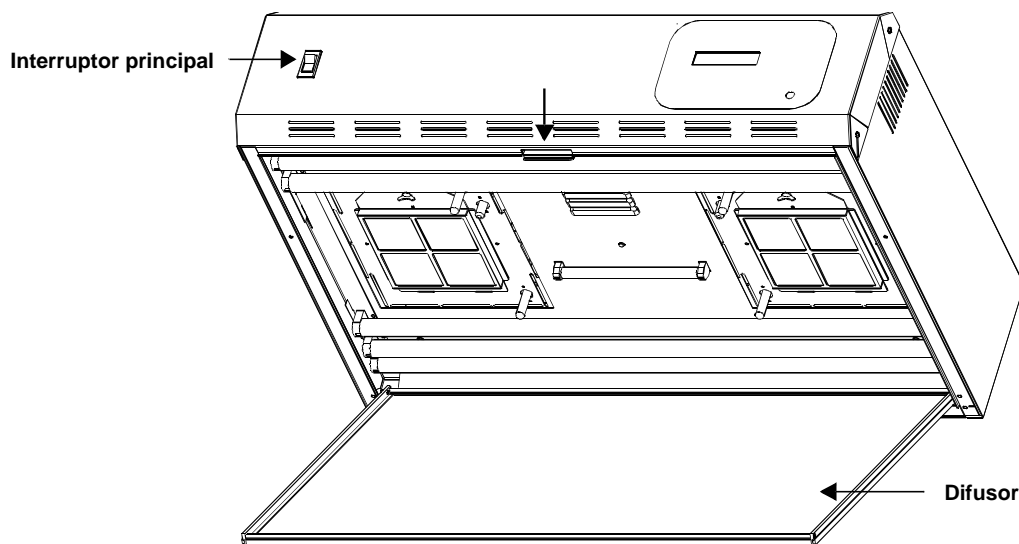
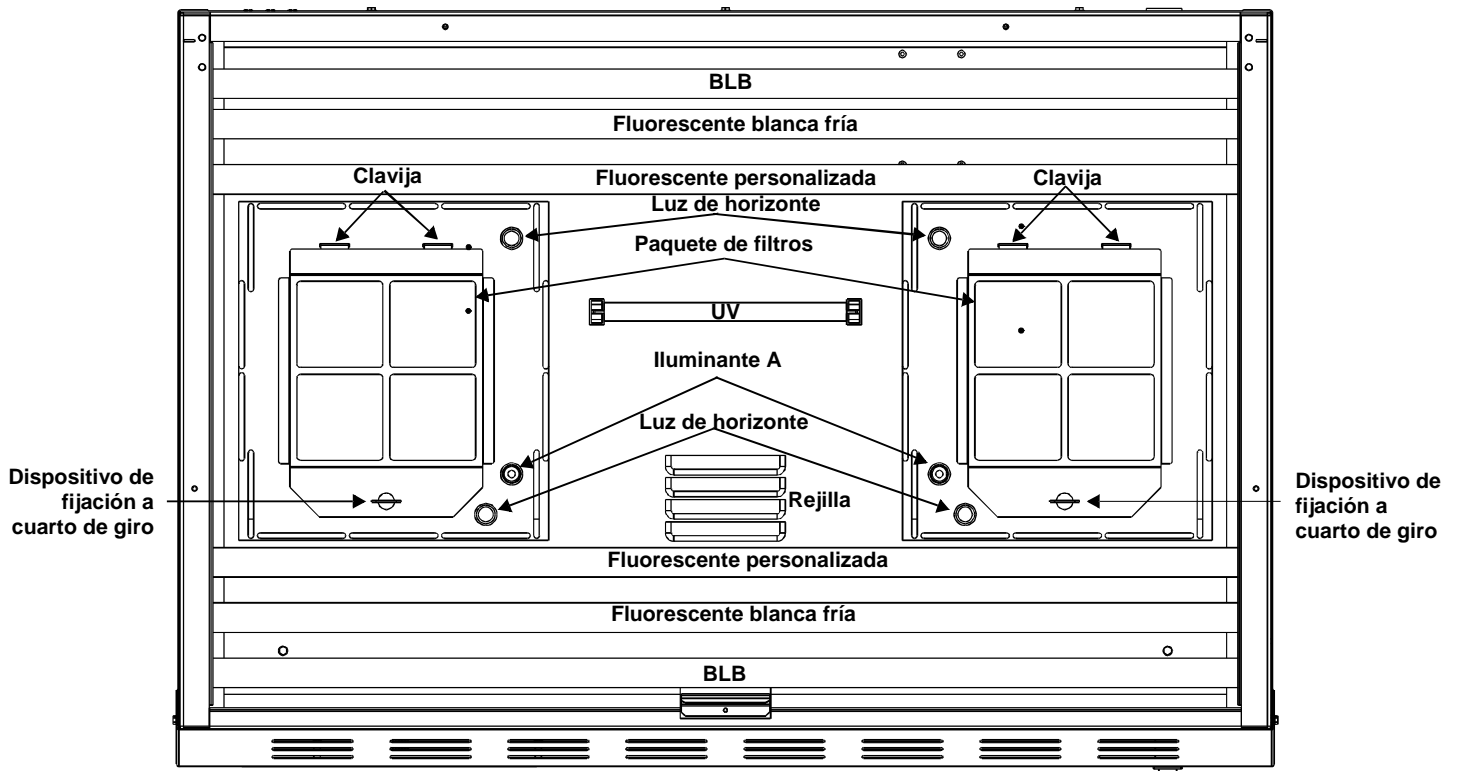

Figura 13. Luminaria abierta
Figura 14. Ubicación de los filtros y de las lámparas
Para limpiar el aparato, consulte la Figura 13 y la Figura 14 y siga estos pasos:
6. Desatornille el dispositivo de fijación a cuarto de giro. Consulte la Figura 14 en la página siguiente. Con cuidado, baje el paquete de filtros.
4. Desatornille el dispositivo de fijación a cuarto de giro (vea la Figura 14) y baje el difusor. Deslice los paquetes de filtros y retírelos.